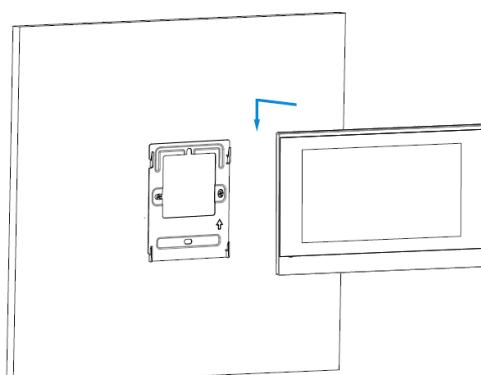

Abbildung 6: Gerätmontage
8. Richten Sie das Gerät an der Wandhalterung aus. Drücken Sie das Gerät nach unten, um es sicher zu befestigen (Abbildung 6).